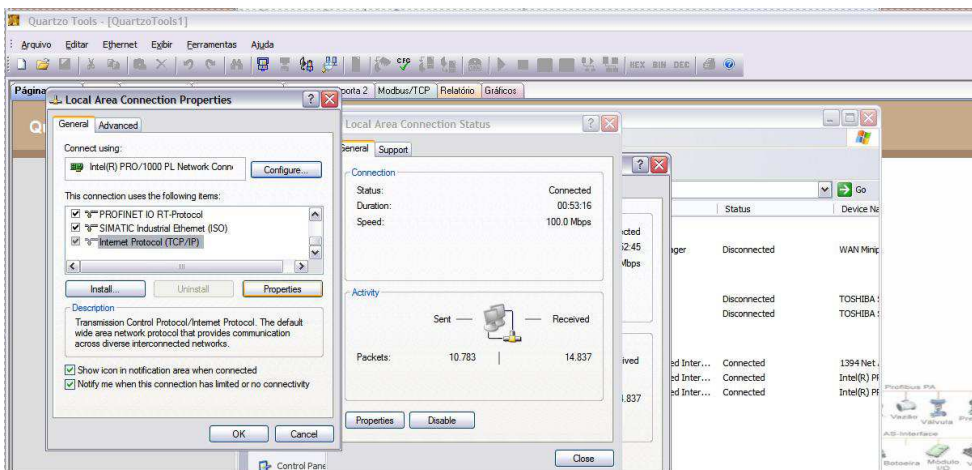

Figura 18 - Mudar o IP do micro (c)
- 3• Em "Essas conexões usam os seguintes itens", vá até o item Protocolo Internet (TCP/IP) e o selecione. Após isto, clique no botão Propriedades (Figura 18);